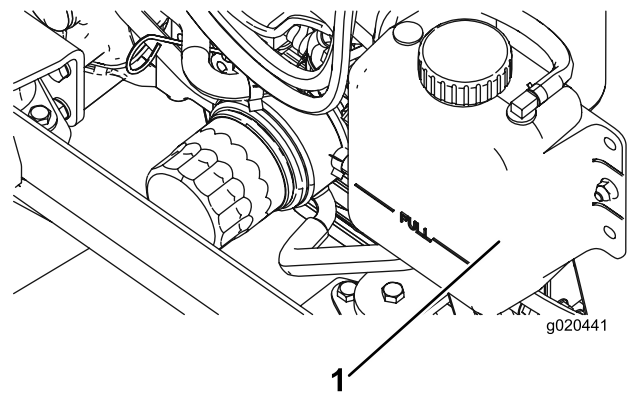

Figura 12
1. Retire cuidadosamente el tapón del radiador y el tapón del depósito de expansión (Figura 12).